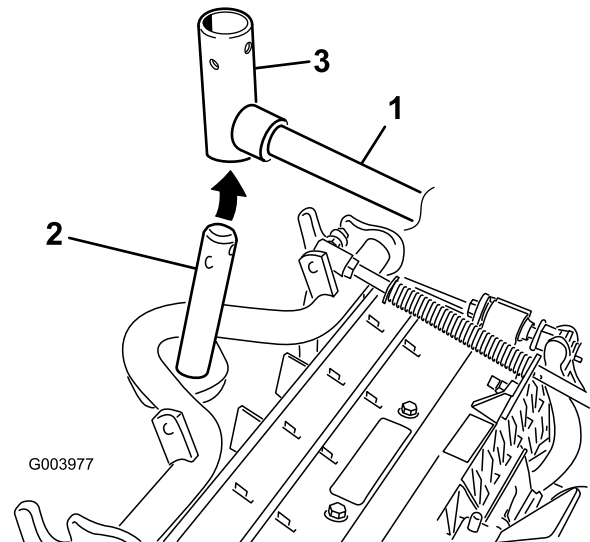

Bild 10
- B. Setzen Sie das Hubarmjoch in die Trägerrahmenwelle ein (Bild 10).